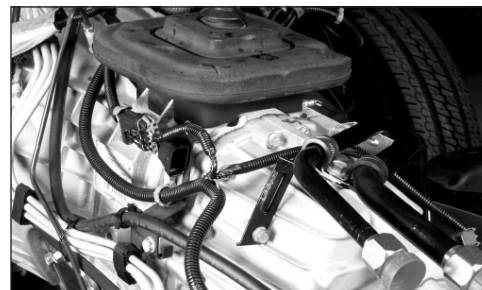

Fig. 22
24. Faça a conexão do suporte do tubo hidráulico (379848) com a transmissão (Fig. 22).